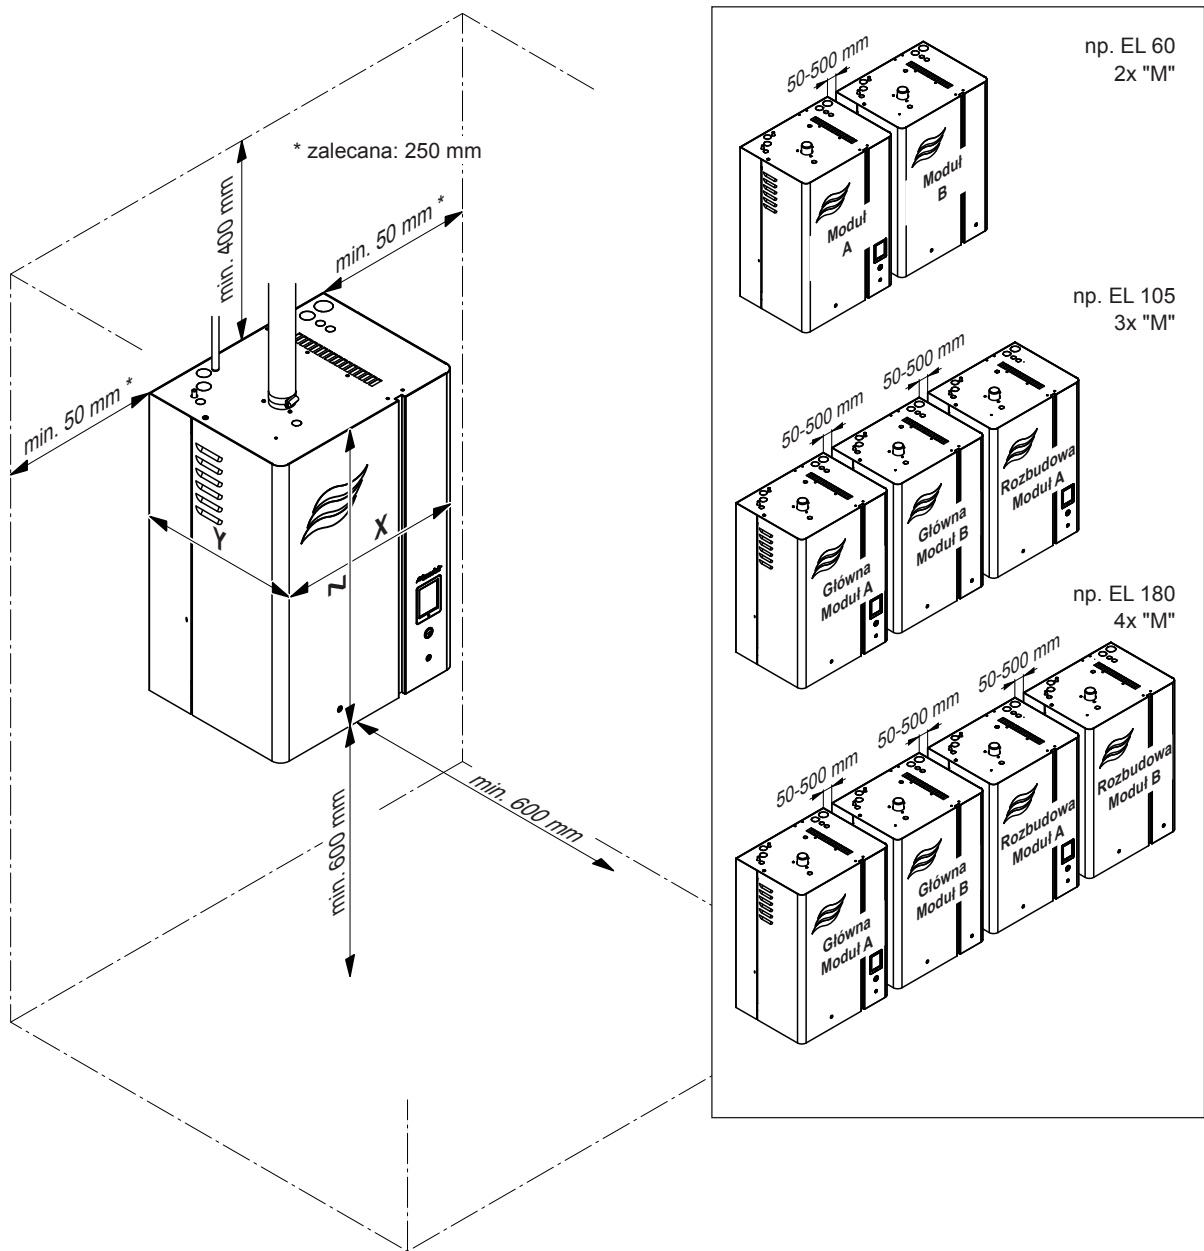

Fig. 9: Odległości, które trzeba zachować
- Zamontować Condair EL w taki sposób, aby zapewnić **wygodny dostęp** do urządzenia i wystarczającą ilość miejsca na czynności serwisowe. Przestrzegać należy minimalnych odległości podanych na Fig. 9.
- Aby wykorzystać kable dostarczone z jednostkami podwójnymi i systemami łączonymi Linkup jednostki należy zamontować na tej samej wysokości, z odległością pomiędzy nimi wynoszącą min. 50 mm do maks. 500 mm Fig. 9.